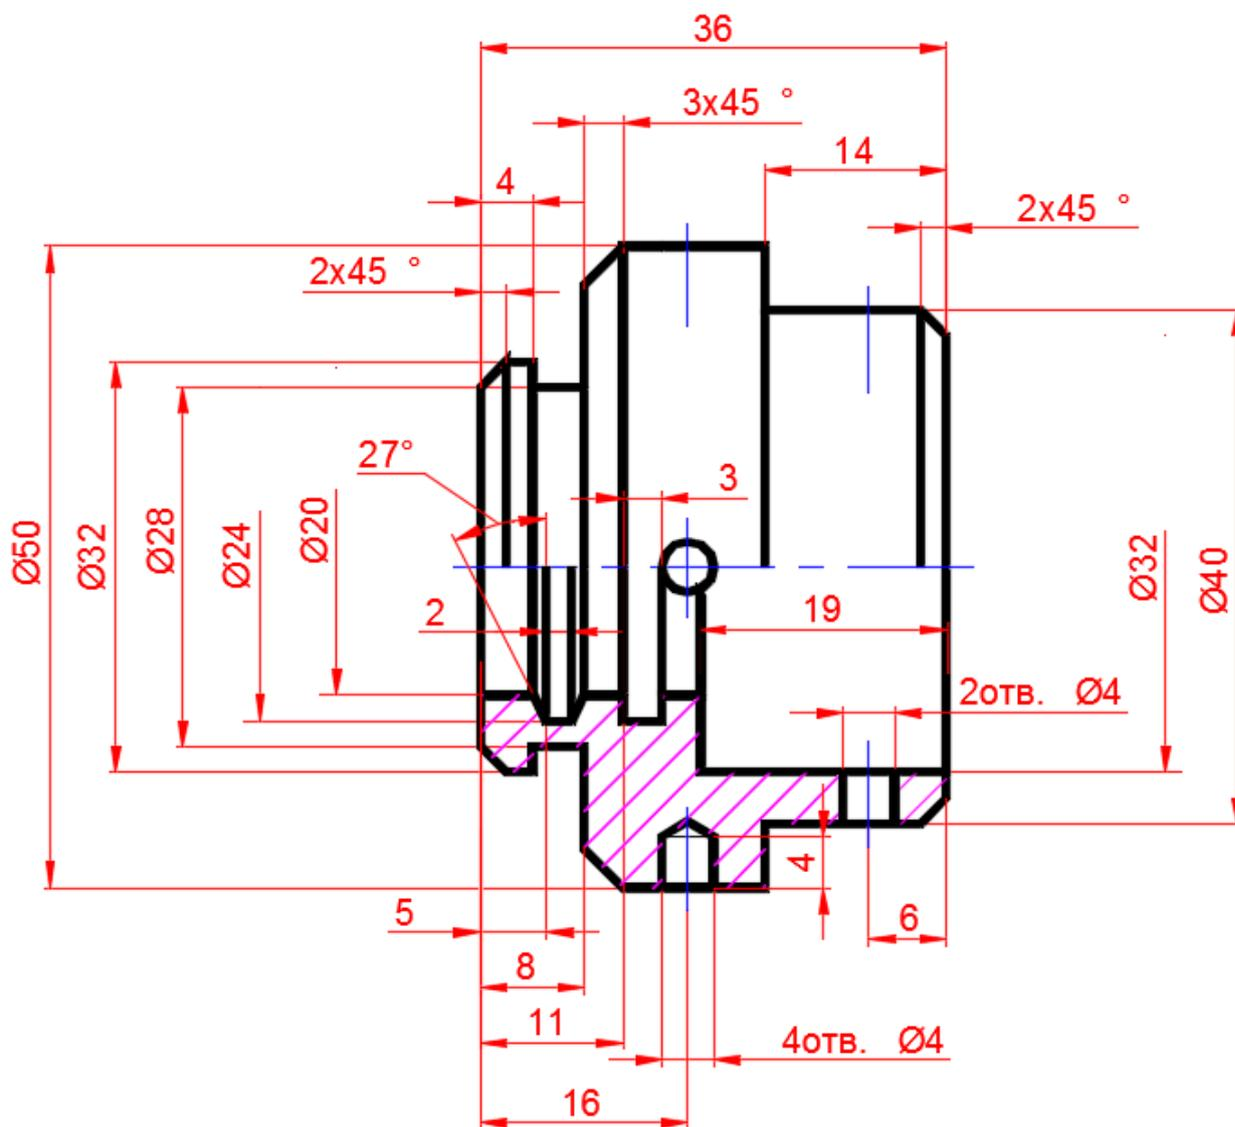

Рис. 6.
13. Начните новый чертеж, создайте в нем слои "Оси", "Построение", "Штриховка", "Объем1", "Объем2" и постройте деталь, изображенную на рис.6.